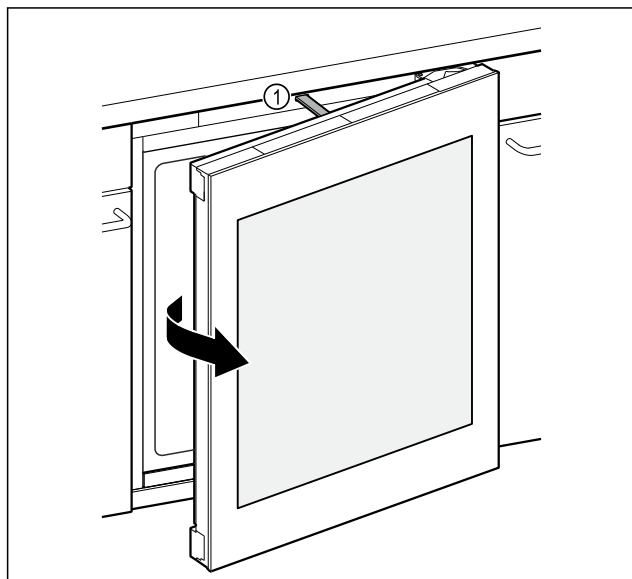

Fig. 84
- ▷ La tige de poussée Fig. 84 (1) ouvre la porte d'env. 7 cm.